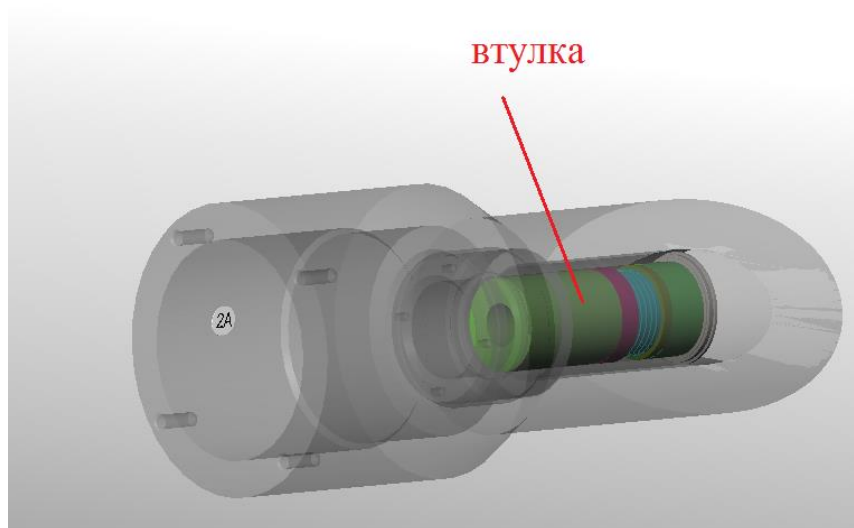

Рисунок 61 – установка втулки
4.2.2.21 Установить втулку (рисунок 61).